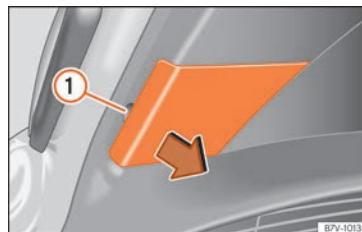

Fig. 113 Nel portellone posteriore: rimuovere la copertura.
2. Estrarre con cura la copertura facendo leva con la parte piana del cacciavite degli strumenti a bordo (» fig. 102) attraverso l'incavo » fig. 113 ①.